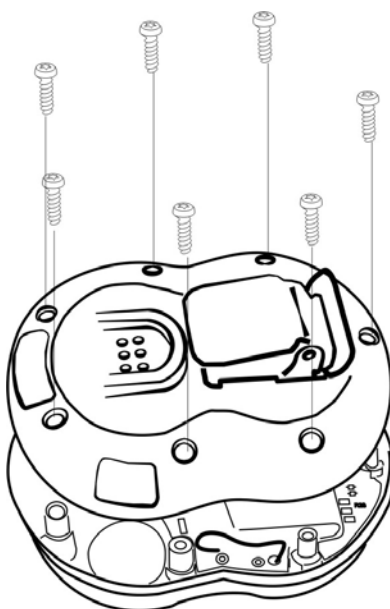

Figura 5-1. Cómo retirar la tapa del Protégé
- 2) Retire los 7 tornillos de cabeza Torx de la parte posterior del Protégé. Consulte la Figura 5-1.